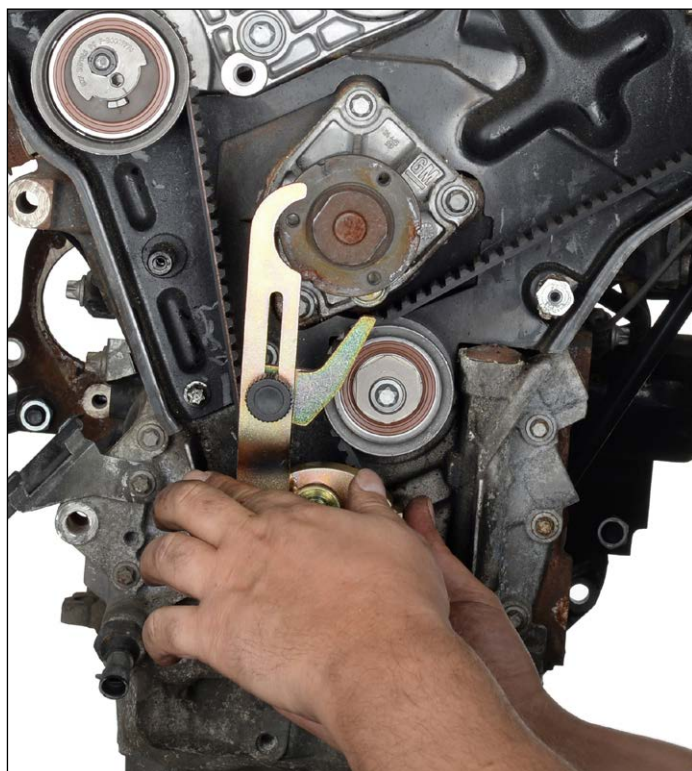

Bild 2
2. Fäst låsverktyget för vevaxeln OE (KM-800-10) på vevaxelremhjulet (bild 2) och vrid vevaxeln långsamt i motorns rotationsriktning tills låsverktygets arm ligger an mot vattenpumpen (bild 3). Skårorna på kamaxelremhjulen måste nu vara linjerade med spåren i det bakre kamremsskyddet och skårorna på vevaxeln måste vara linjerade med spåren i det nedre huset i kl. 6-position (bild 4).